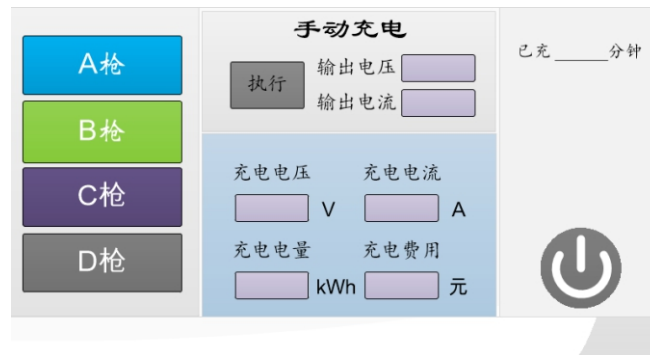

图3-9 充电界面
(4) 在根据客户所需的要求“按电量充”“按金额充”“按时长充”“预约充电”，显示界面如图3-9所示：